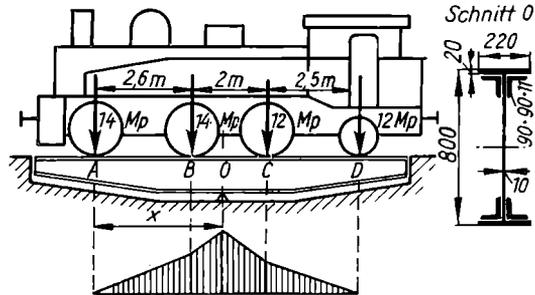

Bild 118
151. Eine vierachsige Tenderlokomotive mit den gegebenen Achslasten (Bild 118) soll auf einer Drehscheibe so aufgestellt werden, daß die ganze Last auf dem mittleren Drehzapfen O der Scheibe ruht. **a)** In welcher Entfernung x vom Drehzapfen muß die vordere Achse A stehen? **b)** Die Biegemomentenfläche der Scheibe für diese Stellung ist zu zeichnen.
c) Wie groß ist das Widerstandsmoment eines der beiden Längsträger der Scheibe, deren jeder den in Bild 118 dargestellten Blechquerschnitt hat (siehe Aufg. 109)? Schwächung durch Nietlöcher durch 10% Abzug zu berücksichtigen. **a)** Welche größte Biegespannung tritt in den Trägern auf?